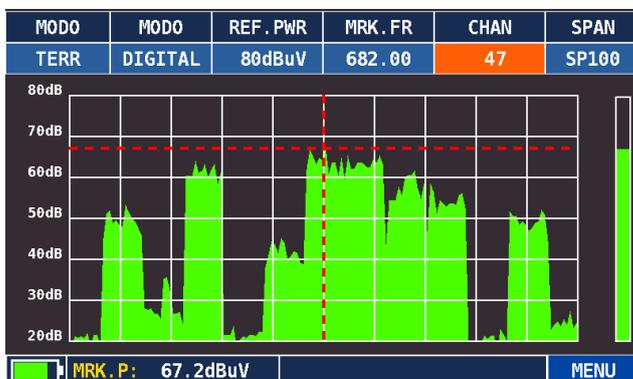

Fig. 11.3 Spettro terrestre per uno SPAN di MHz
3. MRK.FR: il Marker di frequenza è una linea tratteggiata rossa ed è associata ad una linea tratteggiata orizzontale rossa che indica la potenza misurata per quella particolare frequenza (es. 682.00 MHz e 80 dB in fig. 11.3),